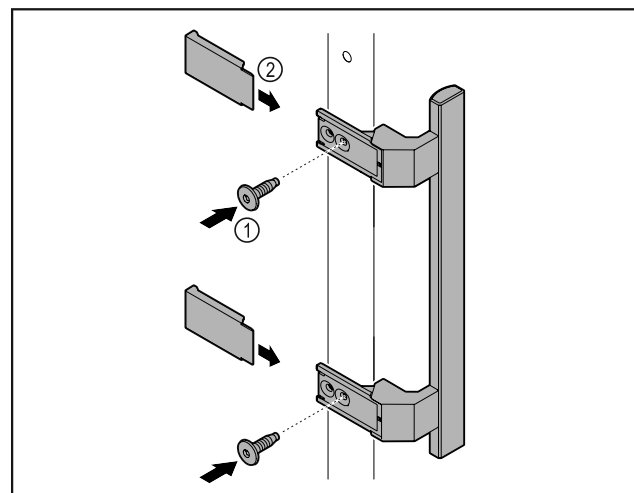

Fig. 9
► Montare sulla porta la maniglia contenuta nella confezione con le viti annesse Fig. 9 (1).
► Applicare la copertura Fig. 9 (2).